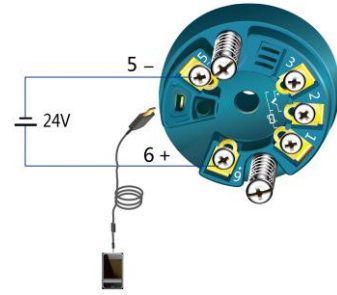

图 5 通过 USB 接口与手机的连接示意图
- 在通电状态下,可使用安装了“宇通 R 系列控制软件 V1.3.2”程序的手机,在安全区,通过 MT182 的 USB 接口对其进行组态。见图 5。